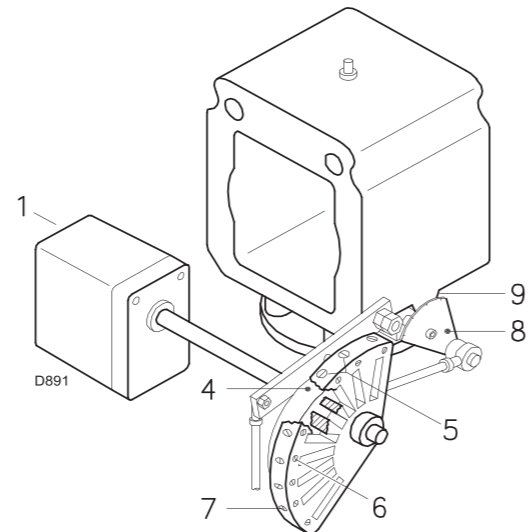

图 31
通过调节螺丝 5) 逐步调整凸轮 4) (第 26 页图 31) 的起始廓线。
- ▶ 按下伺服马达上的释放按钮（将其向右移动），脱离伺服马达凸轮 4) (第 26 页图 31)；
- ▶ 一旦达到最优设定，用螺丝 6) (第 26 页图 31) 将设定值固定。
通过调节螺丝 7) 逐步调整凸轮 4)( 图 31) 的外廓线。
图例 ( 图 31)